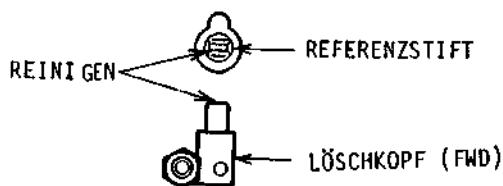

Abb. 7-2
- HINWEIS: Vor dieser Einstellung den Referenzstift und den Löschkopf (FWD-Seite) reinigen. (Siehe Abb. 7-2)